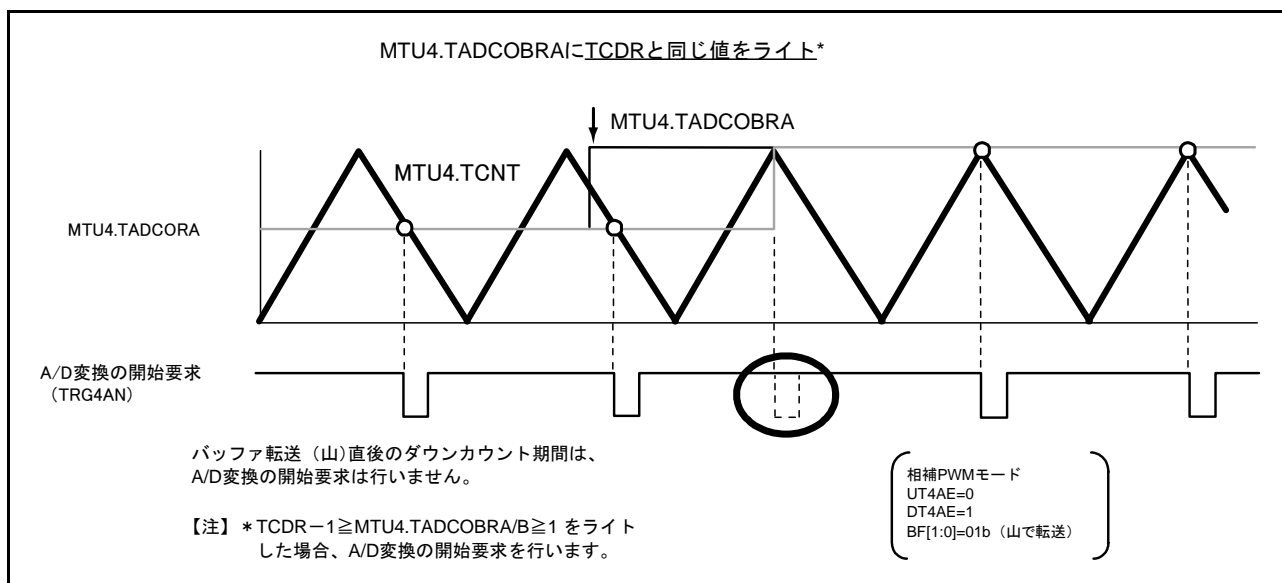

図 22.144 MTU4.TADCOBRA に TCDR と同じ値をライトした時の A/D 変換の開始要求 (MTU4)
- MTU4.TADCOBRA、MTU4.TADCOBRB (MTU7.TADCOBRA、MTU7.TADCOBRB) に TCDR と同じ値かつ、MTU4.TADCR の DT4AE、DT4BE (MTU7.TADCR の DT7AE、DT7BE) ビットに“1”を設定して、MTU4.TCNT(MTU7.TCNT) の山でバッファ転送した時、転送直後のダウンカウント期間については A/D 変換の開始要求を行いません (図 22.144 参照)。